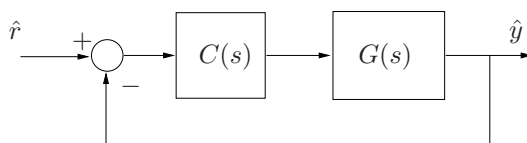

Figura 3: Sistema com realimentação unitária.
**Exercício 4** Considere um sistema de controle com realimentação unitária, segundo a Figura 3, cuja planta é dada por
**Exercício 7** Considere o sistema de controle em malha fechada representado na Figura 3, no qual a planta  $G(s)$  é definida por
**Exercício 8** Dada a planta  $G(s)$  do Exercício 7, deseja-se que a saída  $y(t)$  do sistema em malha fechada representado na Figura 3 apresente as seguintes características:
**Exercício 11** Considere um sistema de controle com realimentação unitária, segundo a Figura 3, cuja planta é denotada pela função de transferência
- c) Supondo que o controlador  $C(s)$ , de acordo com a estrutura da Figura 3, deva garantir que o sistema em malha fechada atenda as seguintes especificações:
para a qual deseja-se projetar um sistema de controle com realimentação unitária, segundo a Figura 3.
**Exercício 15** Considere um regulador de tensão cuja estrutura é apresentada na Figura 3, com
Deseja-se projetar um controlador  $C(s)$  para que o sistema de controle representado na Figura 3 possua margem de fase de  $70^\circ$ .